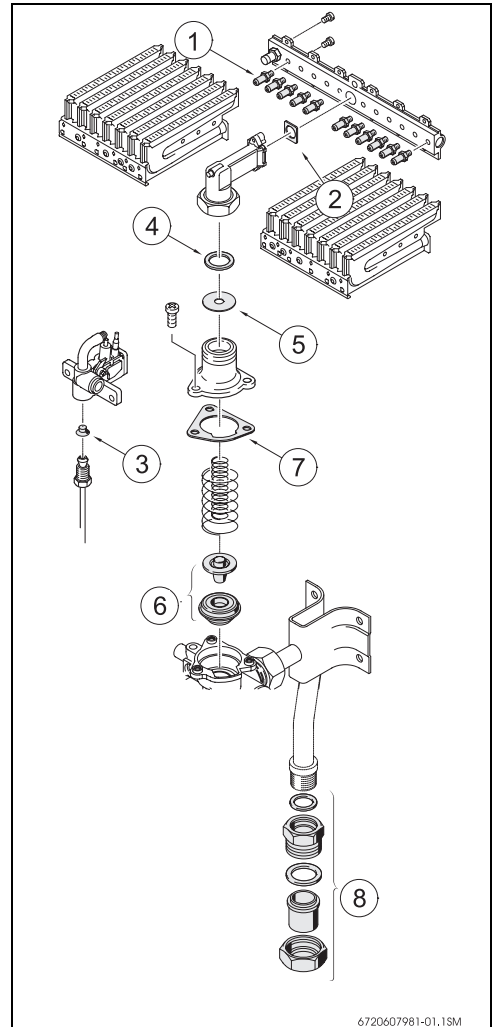

Fig. 1
- ▶ Trocar os injectores (→Fig. 1, pos. 1) e o vedante (→Fig. 1, pos. 2). Voltar a montar as metades.
- ▶ Desapertar a tampa do automático de gás e substituir a válvula de gás (→Fig. 1, pos. 6).
- ▶ Voltar a apertar a tampa de gás no automático, substituindo o vedante (→Fig. 1, pos. 7).
- ▶ Colocar a anilha de estrangulamento (→Fig. 1, pos. 5) na tampa do automático de gás.
- ▶ Substituir a anilha de vedação (→Fig. 1, pos. 4).
- ▶ Substituir o injector piloto (→Fig. 1, pos. 3).
- ▶ Caso seja necessário utilize o conjunto de vedação fornecido (→Fig. 1, pos. 8).